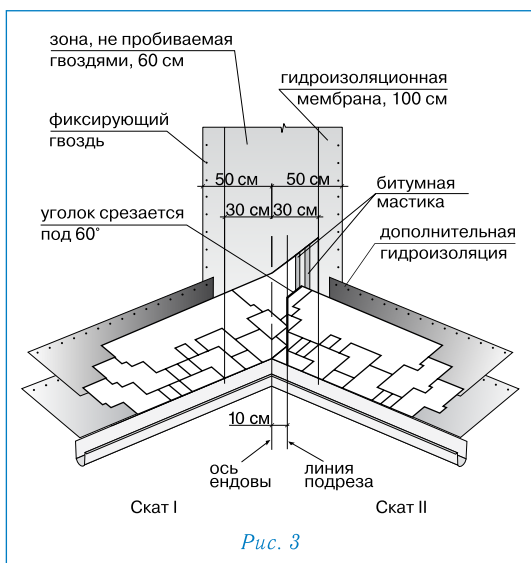

Рис. 3
Ендова (рис. 3)
- лист, подходящий к ендове со ската II, должен доходить до линии подрезки и обрезать по ней. Верхний уголок обрезанного края листа подрезается под углом 60° (5×3 см — рис. 3);